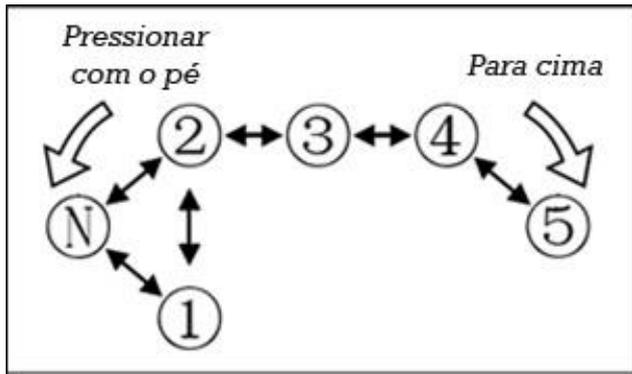
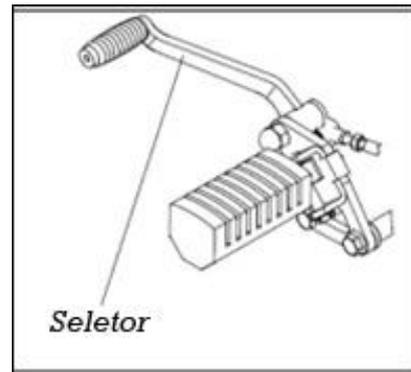

Fig. 11 Funcionamento do seletor de velocidades
Fig. 12 Seletor de velocidades
(1) Mudanças de velocidades (Fig. 11, Fig. 12)